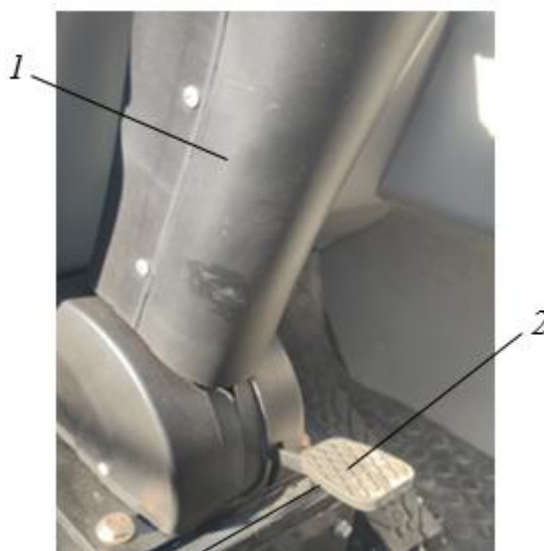

Рисунок 3.35. Регулировка рулевой колонки
- Нажать и удерживать в нажатом положении педаль 2, рис. 3.35.